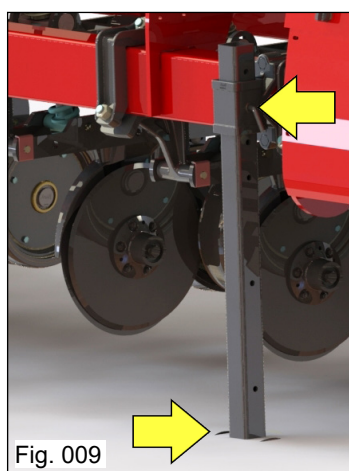

Fig. 009
- 1) Posicione os Pés de Apoio para que fiquem totalmente apoiados ao solo (Fig. 009);